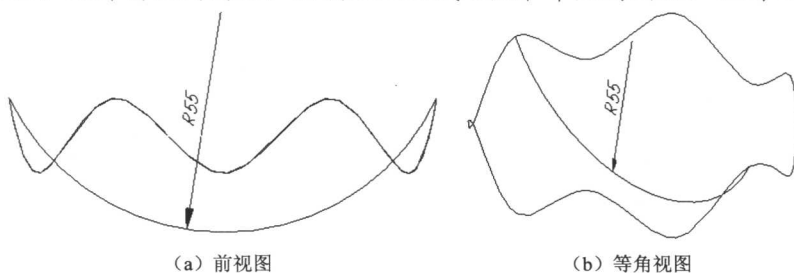

图1-4
3. 关闭第1层, 选择前视构图面, 绘制经过曲线端点和中点的圆弧, 如图1-4所示。